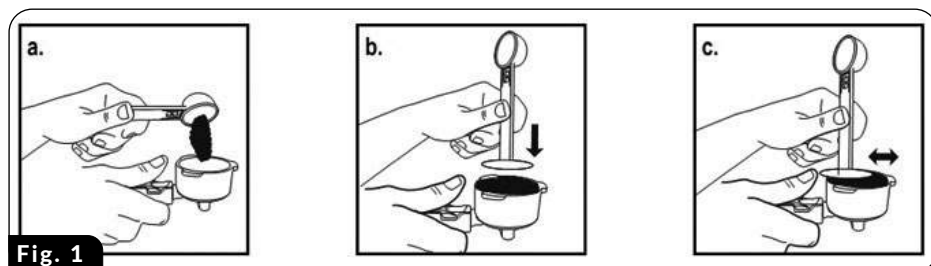

Fig. 1
2. Mettere il filtro selezionato (13) nel portafiltro (10) (fig.1).